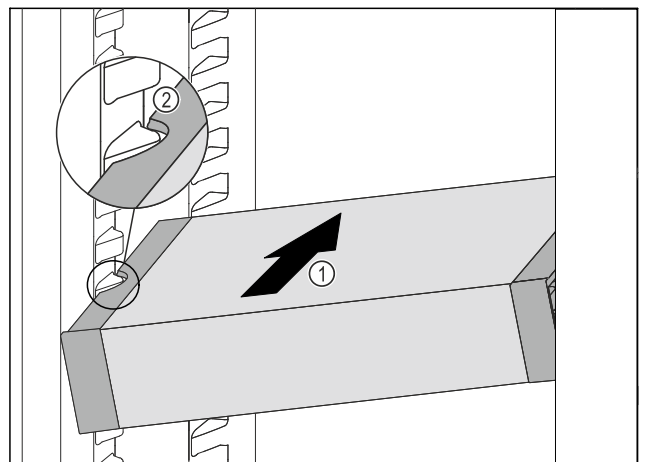

Fig. 81
- ▶ 将 VarioSafe 斜插入冷藏区中 Fig. 81 (1)，直至 VarioSafe 的侧部凹槽 Fig. 81 (2) 与冷藏区中的容器肋梁持平。